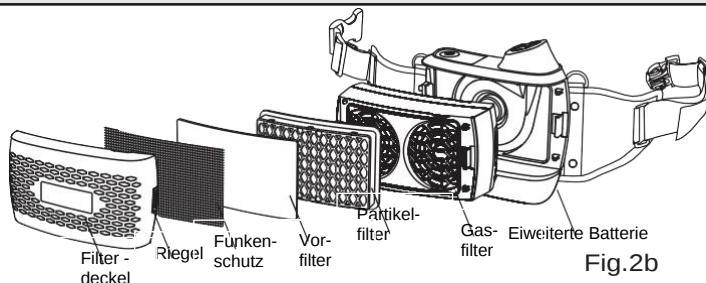

Fig.2b
- Bitte installieren Sie den Partikel- und den Gasfilter gemäß fig.2b.